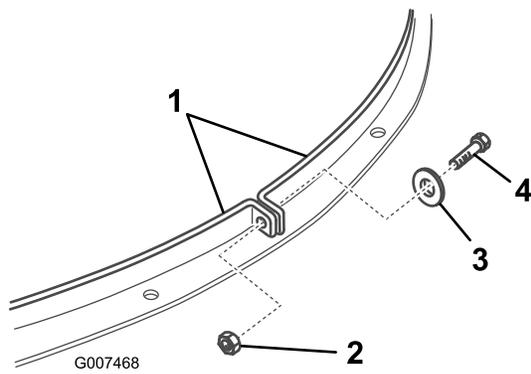

Figure 18
10. Retirez le boulon, la rondelle et l'écrou qui rapprochent les extrémités des 2 bandes (Figure 18).
14. Rapprochez les extrémités des 2 bandes qui entourent l'obturateur Recycler, comme illustré (Figure 18).
9. Retirez le boulon, la rondelle et l'écrou qui rapprochent les extrémités des 2 bandes (Figure 18).
15. Rapprochez les extrémités des 2 bandes qui entourent l'éjecteur, comme illustré (Figure 18).
16. Alignez les trous à l'extrémité des bandes et fixez les deux bandes ensemble à l'aide du boulon, de la rondelle et de l'écrou retirés précédemment (Figure 18).